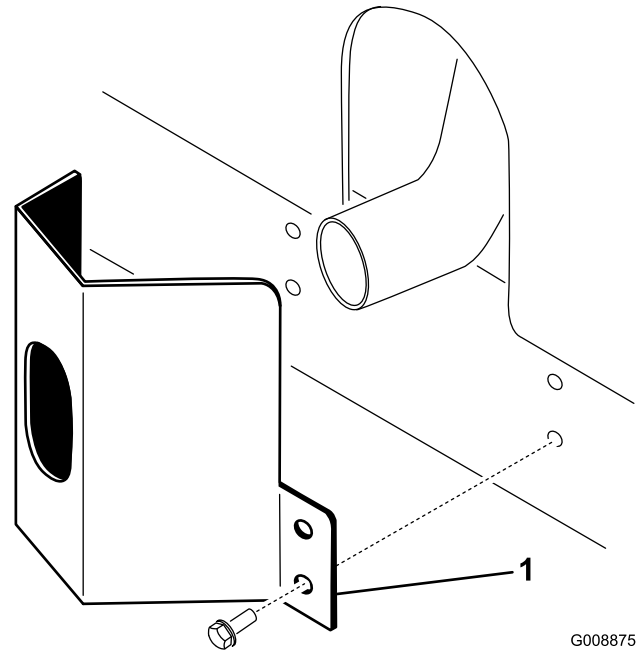

Bild 11
die Befestigungslöcher auf die im Rahmen abstimmen (Bild 11).
2. Befestigen Sie das Auspuffschutzblech mit vier Blechschrauben am Rahmen (Bild 11).